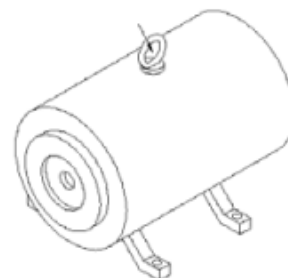

Рис. 2-78
(6) Места подъема двигателя подъема (Рис. 2-78)